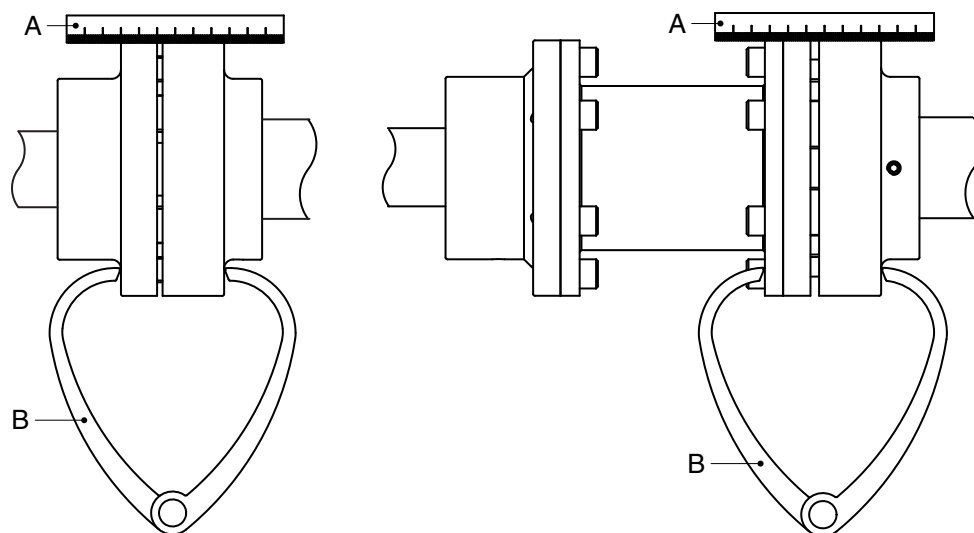

Figura 4: Alineación del acoplamiento utilizando una regla y un par de calibres de espesores externos.
- 1 Coloque una regla (A) sobre el acoplamiento. Coloque o quite los calzos de cobre necesarios para situar el motor eléctrico a la altura correcta de manera que la regla de estimador toque ambas mitades de acoplamiento en toda su longitud, véase figura 4.
- 3 Vuelva a comprobar la alineación utilizando un par de calibres de espesores externos (B) en 2 puntos diametralmente opuestos de ambos lados de las mitades de acoplamiento; consulte figura 4.